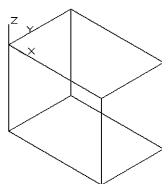

图 10-25 选择对象确定坐标系
(3) 对象 (OB): 根据选定三维对象定义新的坐标系, 如图 10-25 所示。新建 UCS 的拉伸方向 (Z 轴正方向) 与选定对象的拉伸方向相同。选择该选项, 系统提示: